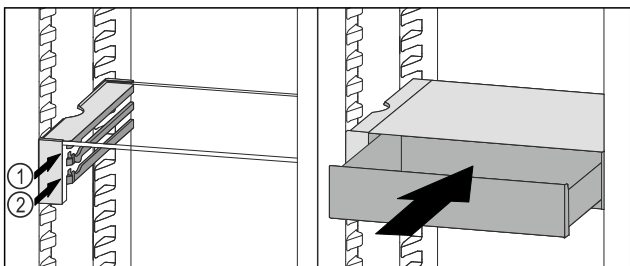

Fig. 108
- ▶ Coloque el cajón VarioSafe en la nervadura deseada Fig. 108 (1) o Fig. 108 (2) detrás de los topes.